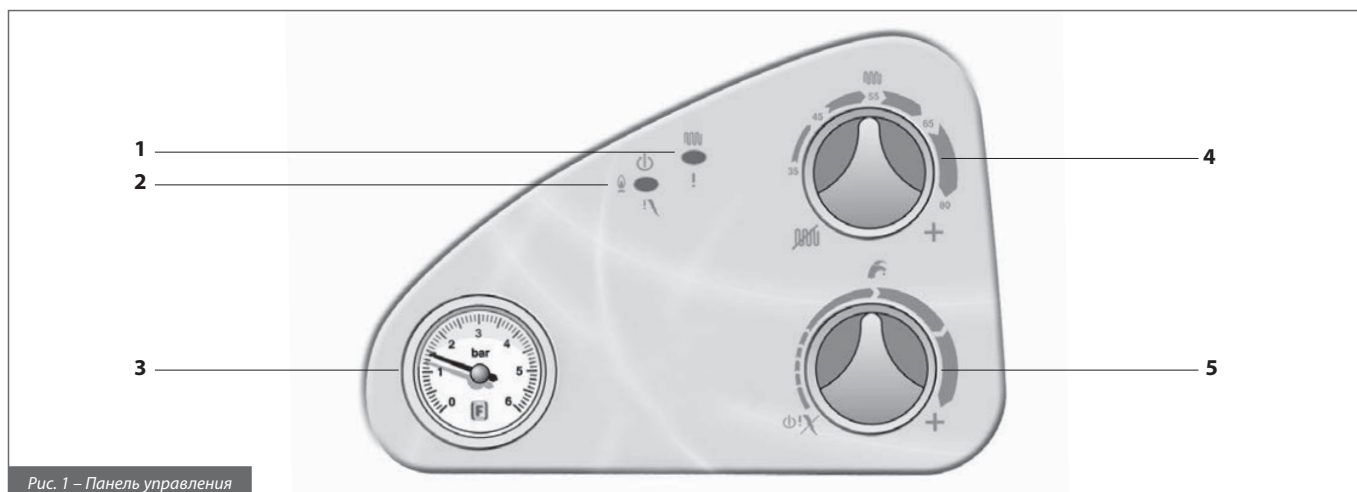
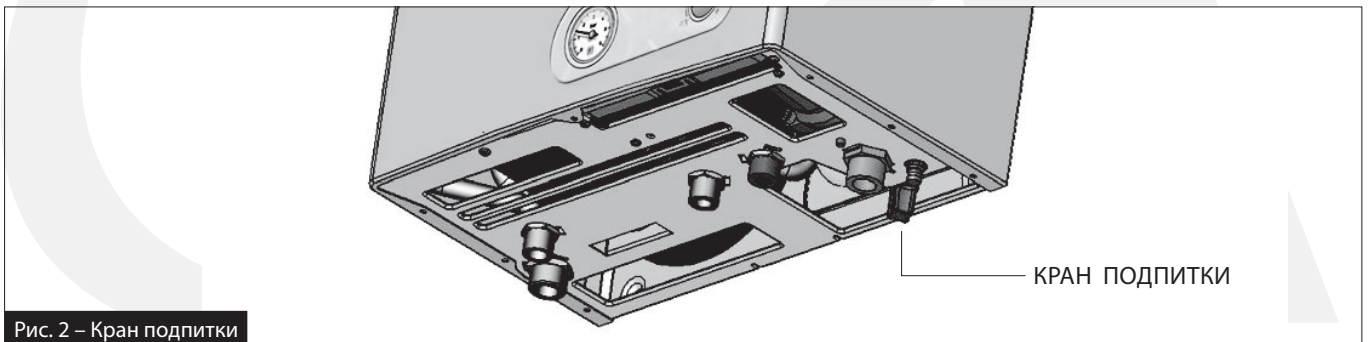

Рис. 1 – Панель управления
Рис. 2 – Кран подпитки
- Подать электропитание на котел (светодиод 2 загорится зеленым светом - Рис. 1)
- Выбрать режим работы котла с помощью регулятора 4 (Рис. 1)
- Регулятором 4 задать желаемую температуру теплоносителя в контуре отопления (Рис. 1)
- Задать температуру ГВС регулятором 5 (Рис. 1)
Когда горелка блокируется, светодиодный индикатор 2 (Рис. 1) загорается красным цветом. Если это произошло, действуйте следующим образом: - проверьте, открыт ли газовый вентиль и есть ли газ в магистрали (путем включения кухонной плиты, например) - убедившись в поступлении газа, разблокируйте горелку поворотом регулятора 5 (Рис. 1) в положение **X** на несколько секунд. Если котел не включается и снова блокируется при третьей попытке, следует обратиться в Сервисный Центр или к квалифицированному специалисту. Если блокировка горелки происходит часто, сигнализируя о перманентно повторяющейся неисправности, следует обратиться в Сервисный Центр для проведения техобслуживания.
Когда происходит перегрев в системе отопления, светодиодный индикатор 1 (Рис. 1) мигает красным цветом.
В случае блокировки котла вследствие срабатывания реле давления светодиодный индикатор 1 (Рис. 1) мигает желтым цветом. Подпитайте систему отопления через кран подпитки А (Рис. 2), находящийся в нижней части котла рядом с гидравлическими подключениями. Давление в системе отопления (в холодном состоянии) должно быть 1 – 1,3 бар. Для восстановления давления в системе отопления действуйте следующим образом: - открыть кран подпитки системы, вращая его против часовой стрелки, и держать открытым до тех пор, пока манометр 5 (Рис. 1) не покажет давление 1-1,3 бар. Закрыть кран подпитки системы путем вращения его по часовой стрелке. Если блокировка котла по этой причине происходит часто, это свидетельствует о нарушениях в системе отопления. В этом случае следует обратиться в Сервисный Центр для проведения техобслуживания.
В случае возникновения условий, вызывающих аномальную работу дымохода или подачи воздуха, котел блокируется. При блокировке котла из-за нарушений в системе дымохода/воздухоподачи светодиодный индикатор 1 (Рис. 1) загорается желтым цветом. Если это произошло, необходимо обратиться в Сервисный Центр для проведения техобслуживания.
Если котел заблокировался из-за нарушений в работе датчиков температуры, то светодиодный индикатор 1 (Рис. 1) мигает следующим образом: - желтый/красный для датчика температуры контура отопления; - красный/зеленый для датчика температуры контура ГВС. Если это произошло, необходимо обратиться в Сервисный Центр для проведения техобслуживания.